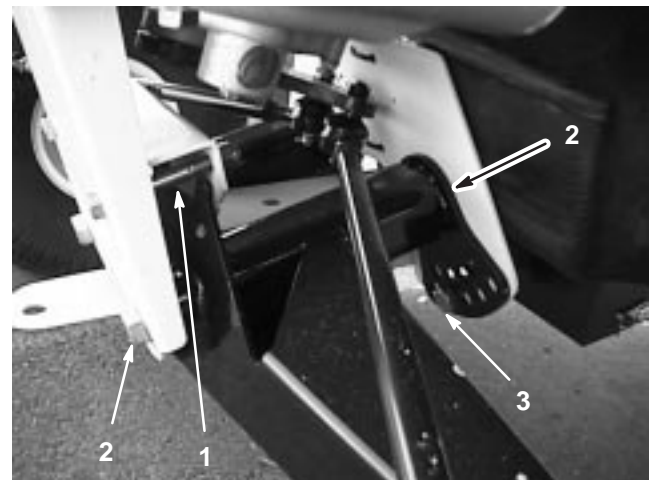

Bild 34
2. Entfernen Sie die Anschlagsschraube (Bild 34).
3. Lockern Sie die Zentrierschrauben im vorderen A-Arm (Bild 34).
4. Entfernen Sie die Fahrhöhe-Einstellschraube (Bild 34).
5. Drehen Sie den vorderen A-Arm in die gewünschte Stellung (siehe die nachstehenden Hinweise) und schrauben die Fahrhöhe-Einstellschraube wieder ein (Bild 34).
7. Setzen Sie die Anschlagschraube (Bild 34) wieder ein.